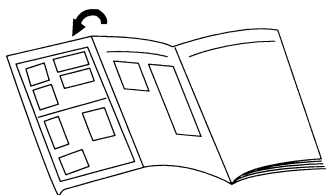

Fig. 5 Пульт дистанционного управления
- Чтобы отключить режим тестовой эксплуатации нажмите кнопку START/STOP (Fig. 5 ㉖), чтобы остановить кондиционер.